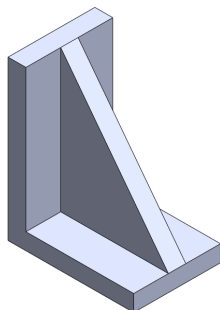

图 5-39 创建筋特征
(4) 单击【确定】按钮，即可创建筋特征，效果如图 5-39 所示。